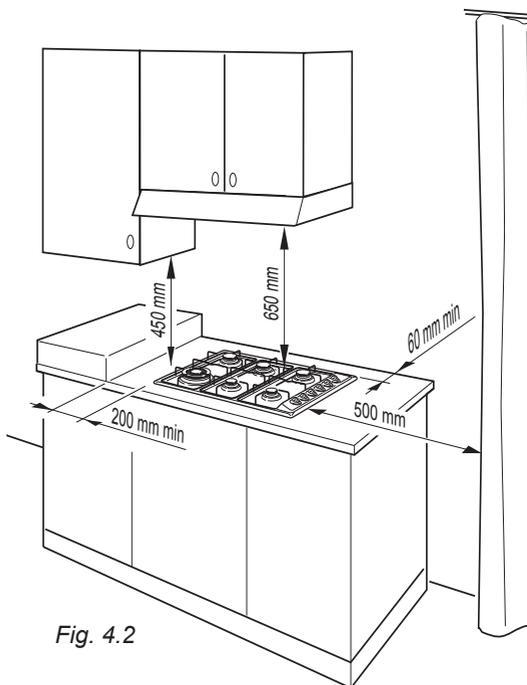

Fig. 4.2
- Allorché sopra il piano di cottura vi sia un pensile o cappa mantenere fra la griglia del piano ed il suddetto pensile o cappa la distanza minima pari a 650 mm (fig. 4.2).